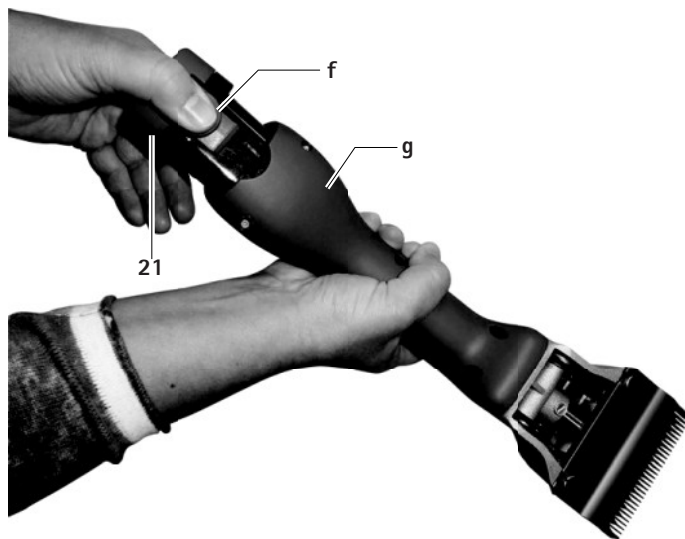

Fig. 1
- Țineți mașina de tuns cu acumulator **g** cu capul de tăiere în jos, pentru ca acumulatorul Li-Ion 21 să nu cadă după deblocare, vezi Fig. 1.